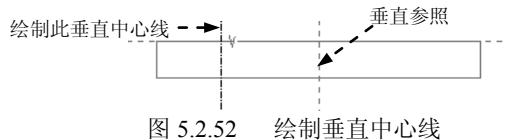

图 5.2.52 绘制垂直中心线
③ 绘制、标注截面。
a) 绘制一条图 5.2.52 所示的垂直中心线。
说明：由于基础特征的拉伸类型是“对称”拉伸，在绘制图 5.2.52 所示的垂直中心线时，可以直接画在图 5.2.52 所示的垂直参照 (RIGHT 基准平面) 上，系统会自动捕捉并添加对称约束。